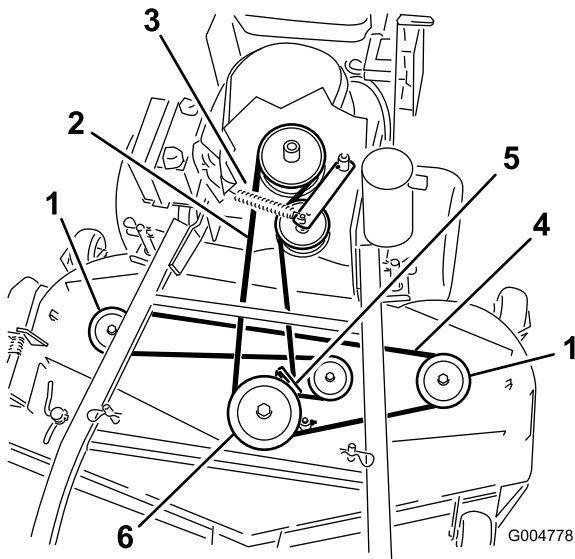
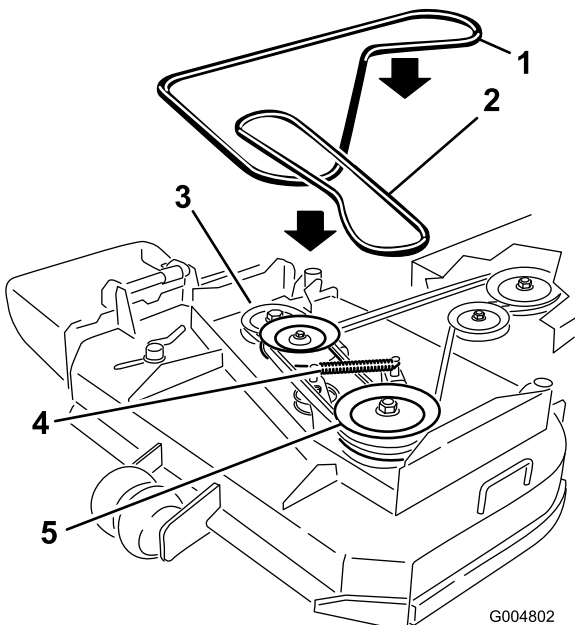

Figure 49
Figure 50
6. Décrochez le ressort du bras de la poulie de tension pour réduire la tension sur le bras et la poulie de tension, puis enlevez la courroie usagée (Figure 49 ou Figure 50).
7. Placez une courroie neuve autour des deux poulies d'axe extérieures, de la poulie de tension et dans la gorge inférieure de la poulie d'axe double (Figure 49 ou Figure 50).
8. Raccrochez le ressort du bras de tension (Figure 49 ou Figure 50).
10. Réglez l'écartement entre le guide et la courroie à 3 mm (1/8") (Figure 49 ou Figure 50).